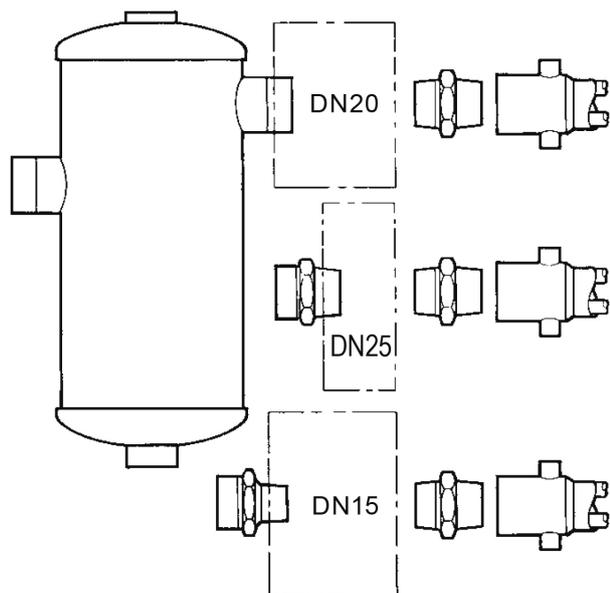

Fig. 7 - Type 20 taraudé
- 3.2.2** Une rampe unique peut être raccordée directement à la sortie de la vanne par des raccords appropriés (voir Fig. 7 à 10 page 12). Lorsque la vanne est fournie par Spirax Sarco, ces raccords sont également fournis.
3.3.5 Les Figures 7 à 10 page 12 donnent le détail des raccords fournis en standard sur les humidificateurs Spirax Sarco.